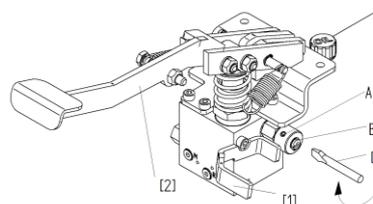

Bild 4
- ➔ Lossa klämskruven (A)
- ➔ Justera sänkningsspindeln (B) med en skruvmejsel (C)
- ➔ Lås positionen med klämskruven (A) (se Bild 4)